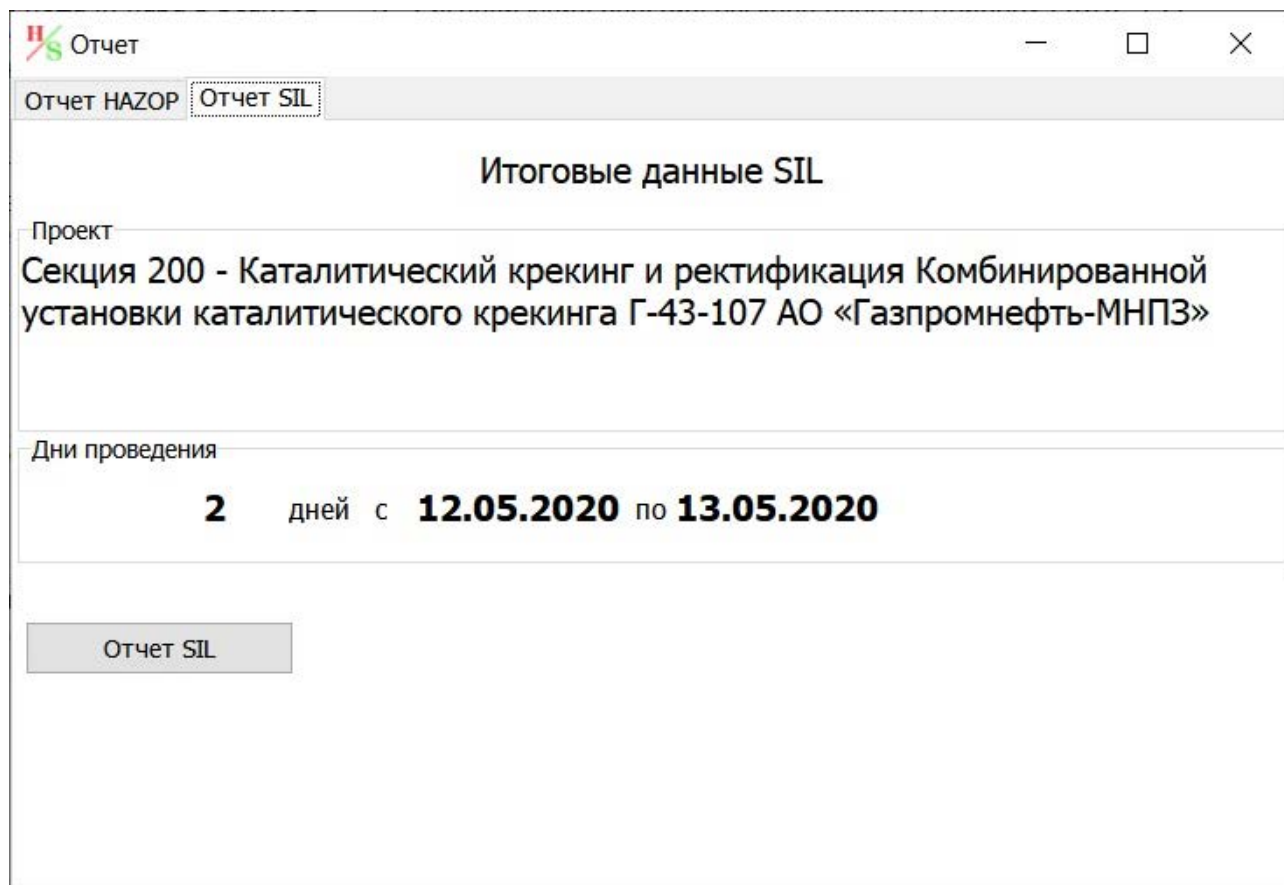

Рисунок 5.8 – Окно «Отчет», вкладка «Отчет SIL»
5. Для завершения работы с окном «Отчет» (см. рисунок 5.8) щелкните левой кнопкой мыши по кнопке «» в правом верхнем углу окна.